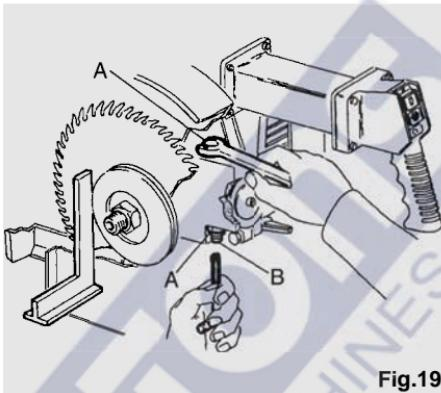

Fig.19
- Kontrollér ved hjælp af en vinkelmåler, at klingen er fuldstændigt vinkelret mod bordet (se fig. 19). Hvis dette ikke er tilfældet, skal man indstille på møtrikken (A) med en åben nøgle på 13, og på stiftten (B) med en unbrakonøgle. Slæk den øverste stift og stram den nederste, eller viceversa; når den korrekte vinkelrette indstilling er fundet skal man stramme møtrikken (A) og blokere stifterne i positionen.